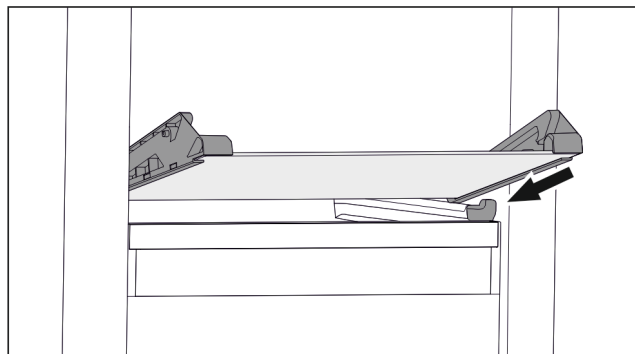

Fig. 67 Стеклянная пластина откидного выдвижного ящика
- ▶ Наклоняя вниз, установите стеклянную пластину за стопоры. (см. Fig. 67)